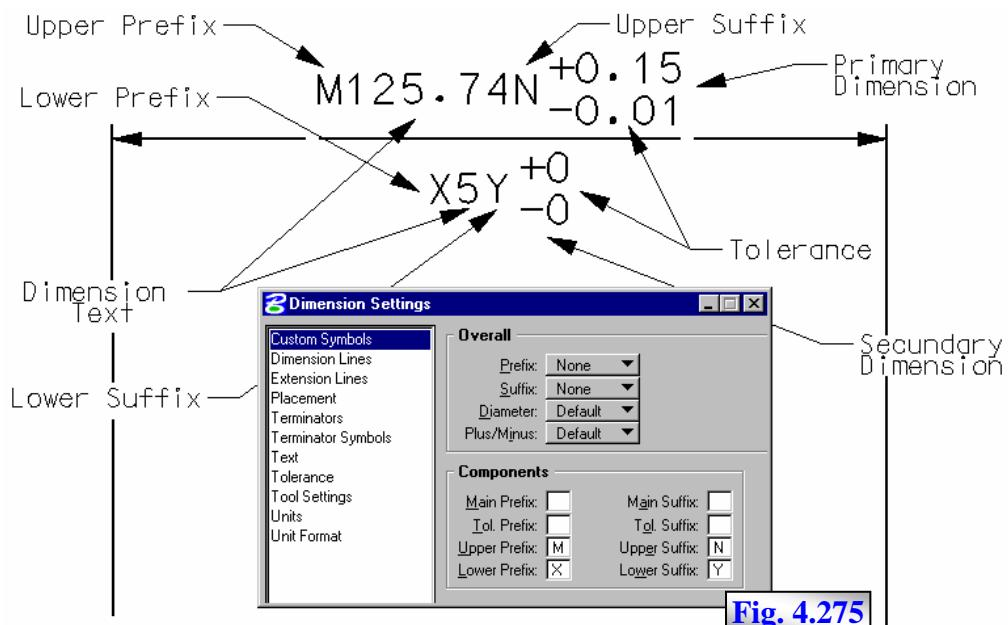

Fig. 4.275
- = **Upper Prefix** - permite specificarea unui caracter plasat ca prefix înaintea componentei **Dimension Text**, pentru varianta primară a cotei, în cazul afișării cotei în două sisteme, fig. 4.275;
- = **Upper Suffix** - permite specificarea unui caracter plasat ca sufix după componenta **Dimension Text**, pentru varianta primară a cotei, în cazul afișării cotei în două sisteme, fig. 4.275;
- = **Lower Prefix** - permite specificarea unui caracter plasat ca prefix înaintea componentei **Dimension Text**, pentru varianta secundară a cotei, în cazul afișării cotei în două sisteme, fig. 4.275;
- = **Lower Suffix** - permite specificarea unui caracter plasat ca sufix după componenta **Dimension Text**, pentru varianta secundară a cotei, în cazul afișării cotei în două sisteme, fig. 4.275.